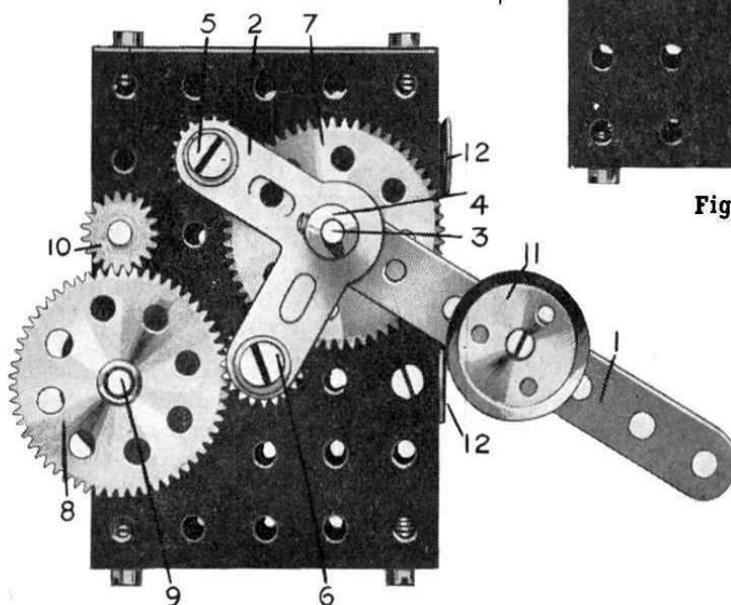

Fig. 2
constamment engrénés avec une roue dentée de 57 dents (7) fixée à l'arbre (3). Si on tourne la manivelle dans la direction d'une aiguille de montre, comme dans la Fig. 2, le levier (1) et le levier d'angle (2) oscillent autour du point (3) jusqu'à ce que le pignon et le boulon (6) s'engagent avec une autre roue dentée (8) montée sur l'arbre (9). Dans cette position l'arbre (9) tourne dans la même direction que la manivelle (3).